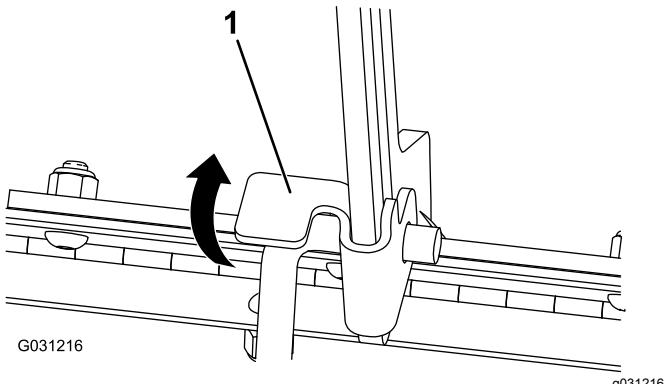

Figura 40
1. Alzate la linguetta che fissa l'asta di supporto (Figura 40).